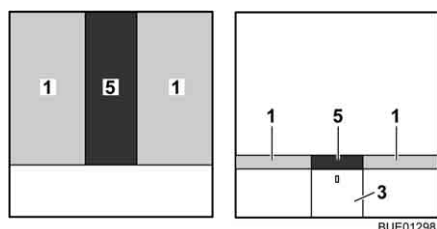

Fig. 119 Après la transformation
- Placer le coussin supplémentaire (Fig. 119,5) entre les matelas (Fig. 119,1).